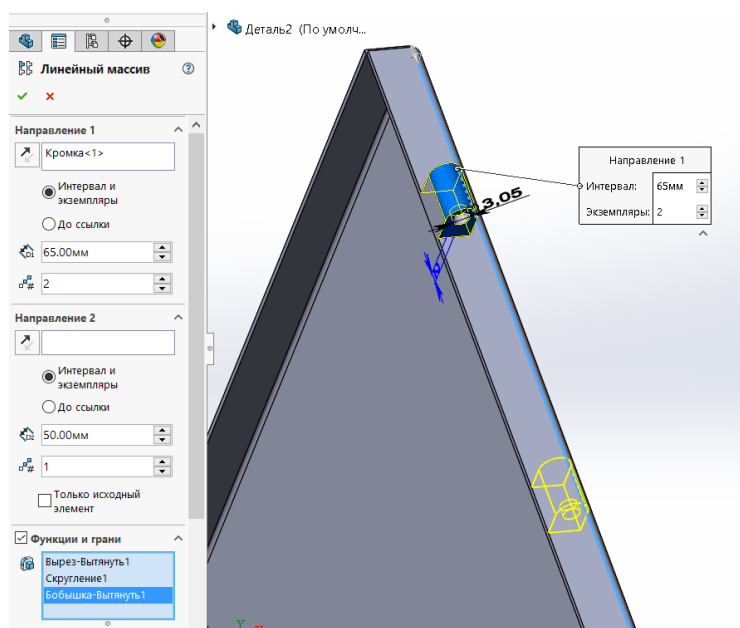

Рисунок 31 – создание массива петли на крышке
40. Повторить пункты 26-27 (рис. 31).